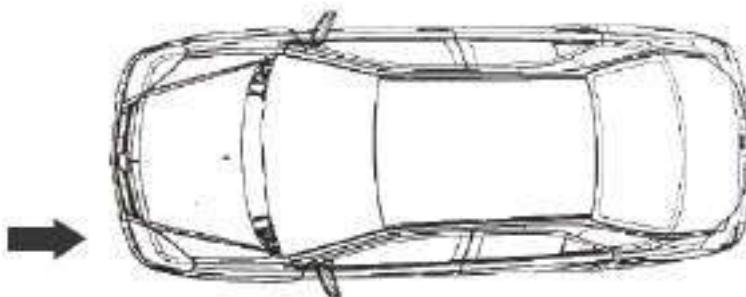

Рис. 614. Внешнее воздействие спереди или слева.
2. **Внешнее воздействие спереди или слева.** (Рис. 614)
Как показано на Рис. 614, при внешнем воздействии спереди или слева, энергия внешнего воздействия распространится через точку установки передней подвески с левой/правой стороны капота, поэтому, в этом месте вероятно появление деформации.